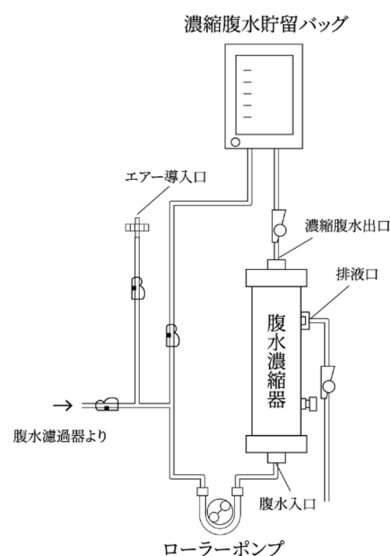

図1-1 ポンプ式の回路図（例）
- ①腹水濾過器の添付文書に従い、腹水濾過を開始する。
- ②図 1-1 の場合は排液口に接続した回路のクランプを開ける。
③本品に対して前方のローラーポンプ（以下、前方ポンプとする）を回転させ、50 mL/minを目安とし、徐々に流速を増加する。なお、流速は200 mL/min以下とする。
④本品の腹水入口側の流量と濃縮腹水出口側の流量の比率を本品に対してクランプやローラーポンプ（図1-1、1-2）の操作により調整し、腹水を濃縮する。なお、膜間圧力差（以下、TMPとする）が66 kPa（500 mmHg）以下となるように流量を調節すること。
①ローラーポンプを停止し、腹水の送液を止める。
②濃縮腹水貯留バッグ中の濃縮腹水が、腹水入口、濃縮腹水出口、濃縮腹水貯留バッグのみに通液するようにクランプを操作する。
③本品の前方ポンプを回転させ、50 mL/minを目安とし、徐々に増加する。なお、流速は200 mL/min以下とする。
④図1-1の場合は、排液口に接続した回路のクランプを開ける。
⑤本品の腹水入口側の流量と濃縮腹水出口側の流量の比率を、クランプやローラーポンプ（図1-1、1-2）の操作により調整し、腹水を濃縮する。なお、TMPが66 kPa（500 mmHg）以下になるように流量を調節すること。